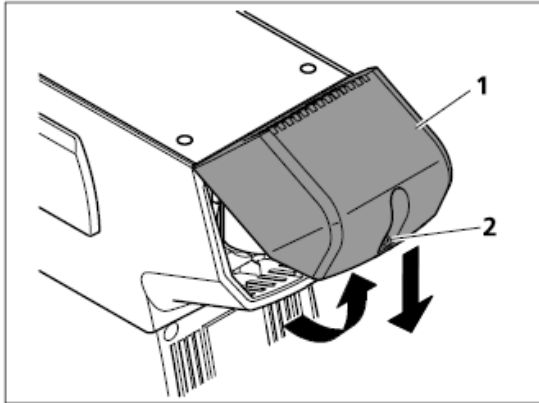

图. 3-20 移除盖板
- I 拧松盖板上螺丝(图 3-20/2)
- I 将盖板(图 3-20/1)安装到显微镜主机后部上方,然后向下扣好,拧紧螺丝(图 3-20/2)